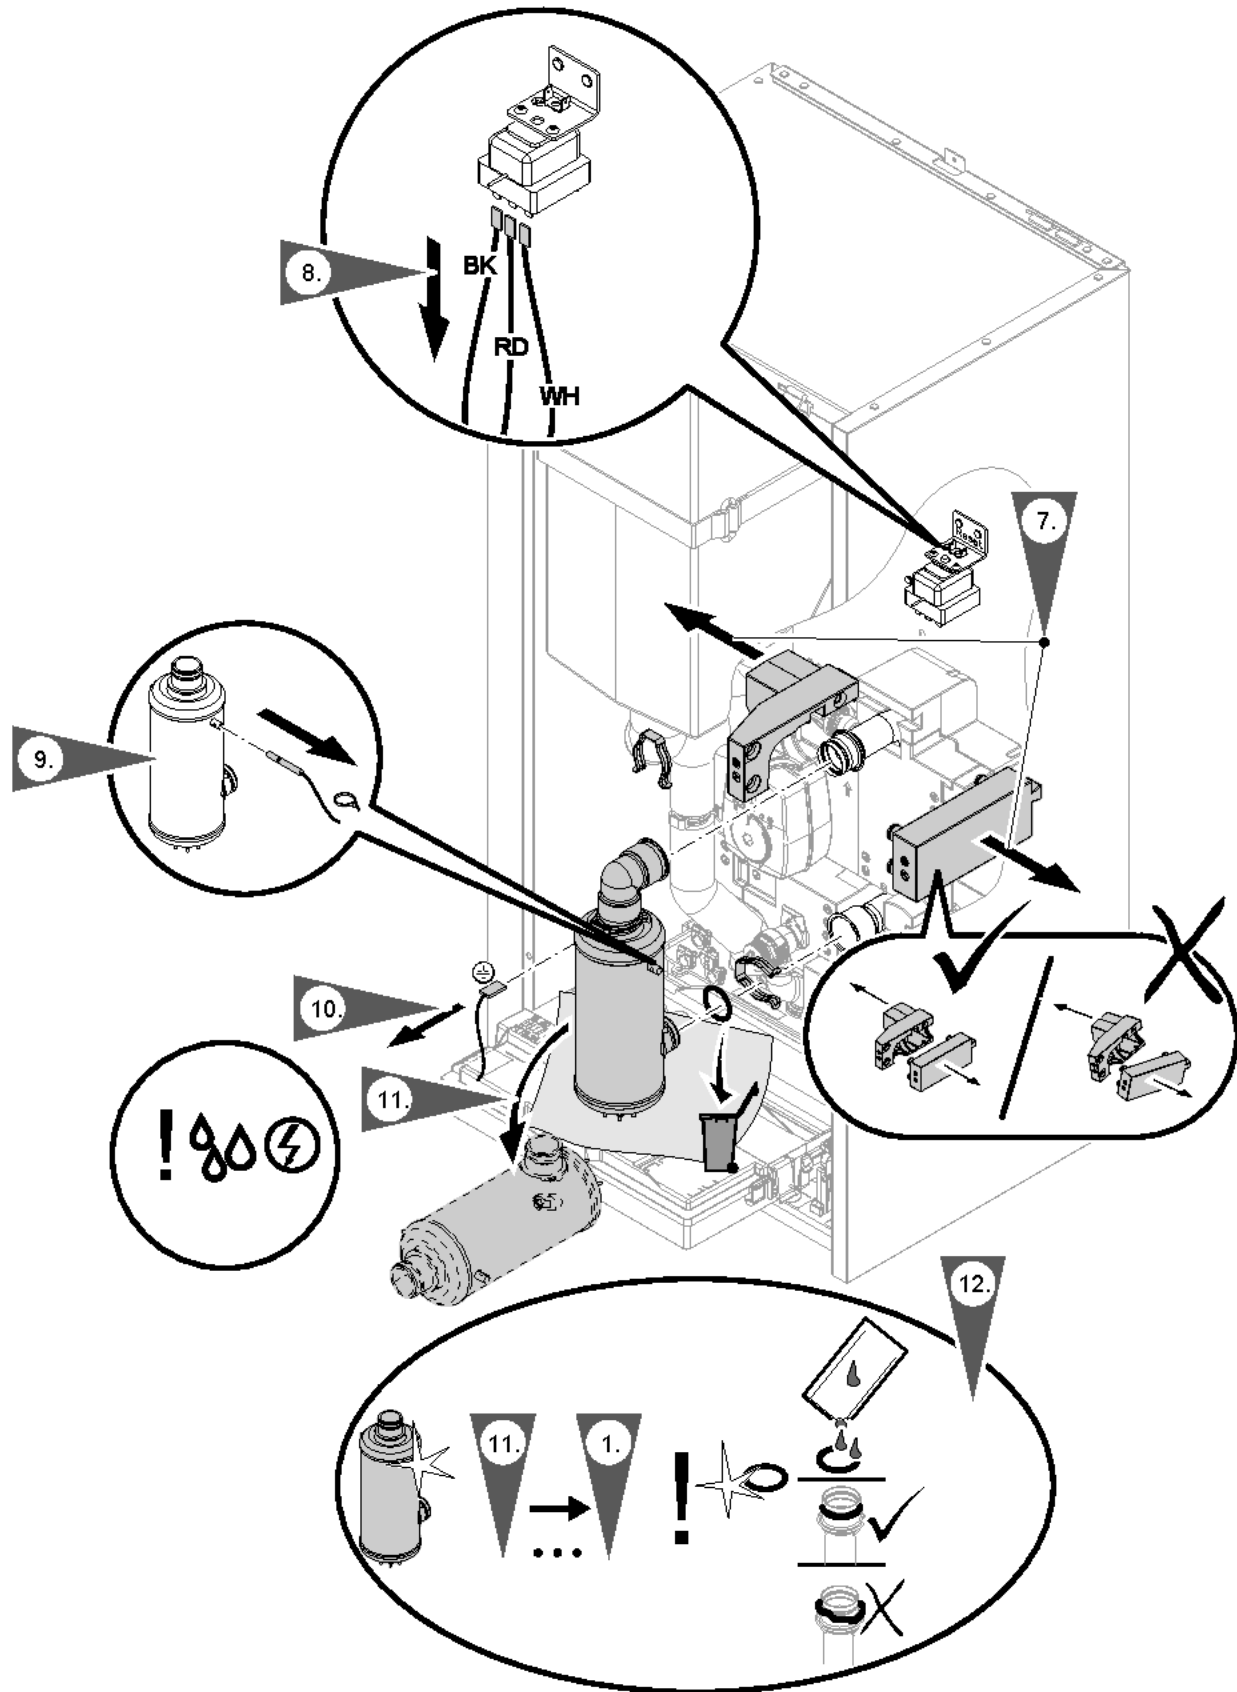

Abb. 86
- Temperatursensor am Heizwasser-Durchlauferhitzer und elektrische Leitungen am Sicherheitstemperaturbegrenzer: Siehe Abb. 86.